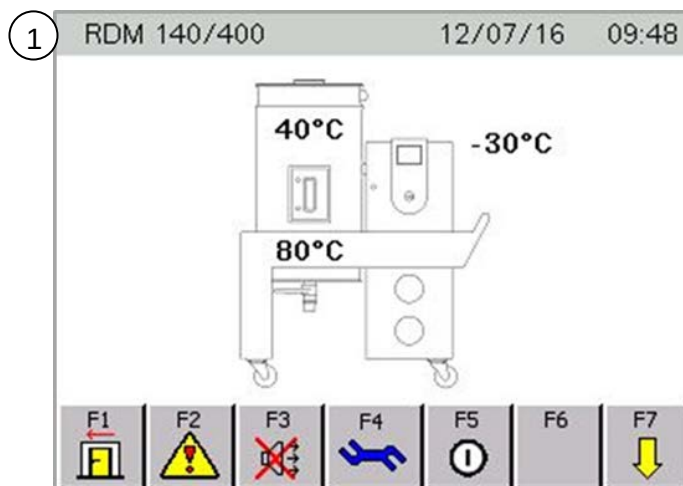

Abb.27 Vue d'ensemble de l'installation niveau 1
Dans la vue d'ensemble de l'installation (Abb.27) effleurer la touche F5 et la maintenir appuyée pendant env. 2 secondes.
1. Dans Abb.27 effleurer pendant deux secondes la touche F5. Le système est arrêté (le temps de refroidissement est de 2 minutes).